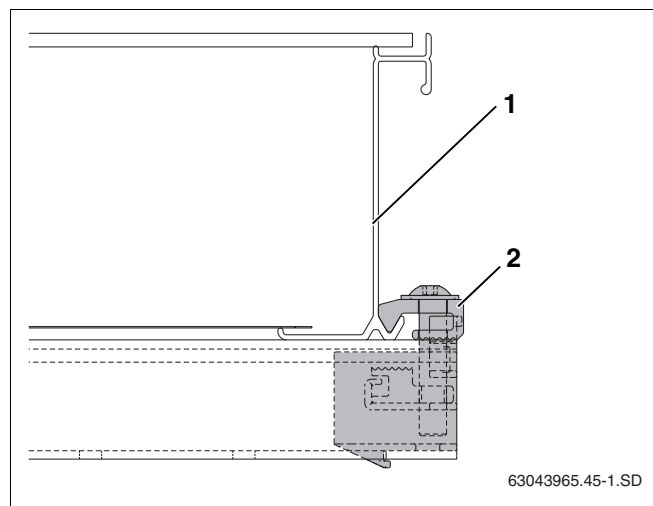

Fig. 47 Terminale di fissaggio dopo l'avvitamento
- ▶ Far scivolare con cautela il collettore (fig. 47, **pos. 1**) contro il terminale di fissaggio e allineare orizzontalmente.
- ▶ Avvitare il terminale di fissaggio con la chiave SW5 (fig. 47, **pos. 2**).
Il morsetto (fig. 47, **pos. 2**) del terminale fa ora presa sul bordo inferiore del collettore.